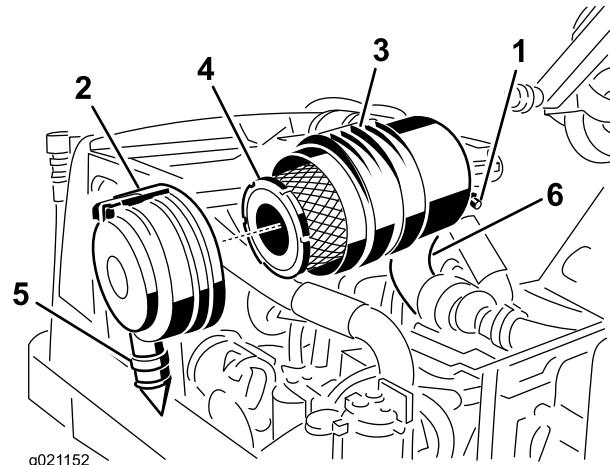
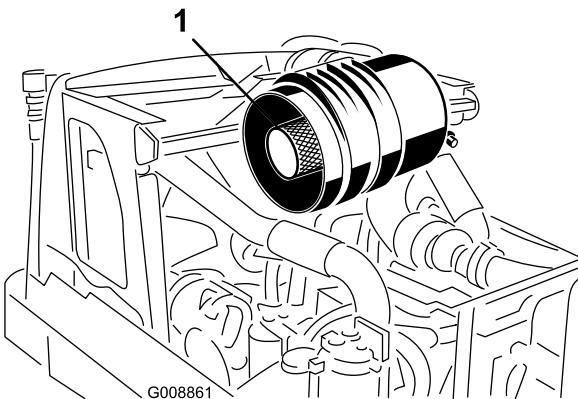

Figura 59
Figura 60
1. Tire hacia fuera del enganche y gire la tapa del limpiador de aire en el sentido contrario a las agujas del reloj (Figura 59).
2. Retire el filtro primario (Figura 59). No se recomienda limpiar el elemento usado debido a la posibilidad de causar daños al medio filtrante. Asegúrese de que el filtro nuevo no ha sido dañado durante el transporte, comprobando el extremo sellante del filtro y la carcasa. No utilice el elemento si está dañado. **No** retire el filtro de seguridad (Figura 60).
Importante: No intente nunca limpiar el filtro de seguridad (Figura 60). Sustituya el filtro de seguridad por uno nuevo después de cada tres lavados del filtro primario.
3. Cambie el filtro primario (Figura 59).
6. Instale la tapa orientando la válvula de salida de goma (Figura 59) hacia abajo – aproximadamente entre las 5:00 y las 7:00, visto desde el extremo. Cierre el enganche.